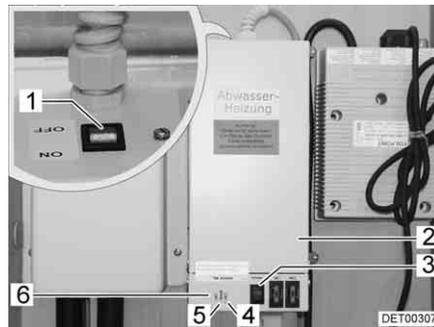

Fig. 130 Trasformatore con apparecchio di regolazione
Il trasformatore 230 V AC/12 V DC (Fig. 130,2) è montato, a seconda del modello, nell'armadio guardaroba o nella cassapanca della dinette.
- La spia di controllo (Fig. 130,5) diventa verde: Regolazione in funzione
- Le spie di controllo (Fig. 130,4 e 6) diventano rosse: Le tubazioni delle acque grigie vengono riscaldate
Nell'involucro è incorporato un pulsante di prova (Fig. 130,3) che consente di mettere in funzione brevemente l'apparecchio di regolazione. La pressione sul pulsante di prova consente di testare il funzionamento del riscaldamento anche quando la temperatura ambiente è superiore a 5 °C.
- Posizionare su "ON" l'interruttore (Fig. 130,1) sul trasformatore (Fig. 130,2).
- Posizionare su "OFF" l'interruttore (Fig. 130,1) sul trasformatore (Fig. 130,2).